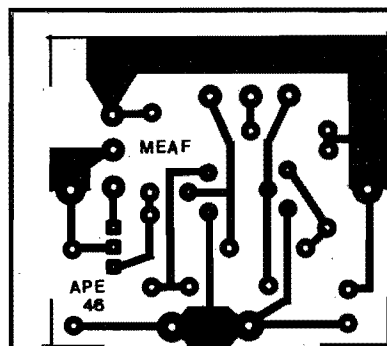

Fig.2
- FIG. 2 - LAY OUT DO CIRCUITO IMPRESSO ESPECÍFICO - A plaquinha (cujo padrão cobreado é visto em escala 1:1, na figura) é simplérrima, pequena e pouco “congestionada, com o que mesmo principiantes não encontrarão grandes dificuldades na sua realização. De qualquer modo, recomendamos ao Leitor/Hobbysta que ainda não tenha muita prática, uma consulta atenta às INSTRUÇÕES GERAIS PARA AS MONTAGENS (encartadas permanentemente nas primeiras páginas de APE...) onde são detalhados conselhos, “dicas” e informações super-importantes quanto à boa utilização de Circuitos Impressos... O fundamental podemos adiantar já: conferir cuidadosamente a placa (seja ela feita em casa, seja adquirida pronta, com o KIT) antes de efetuar qualquer soldagem, uma vez que é muito mais fácil efetuar correções e eliminações de falhas ainda com o Impresso “limpo”, sem os componentes (depois das peças colocadas e soldadas, além da cor-